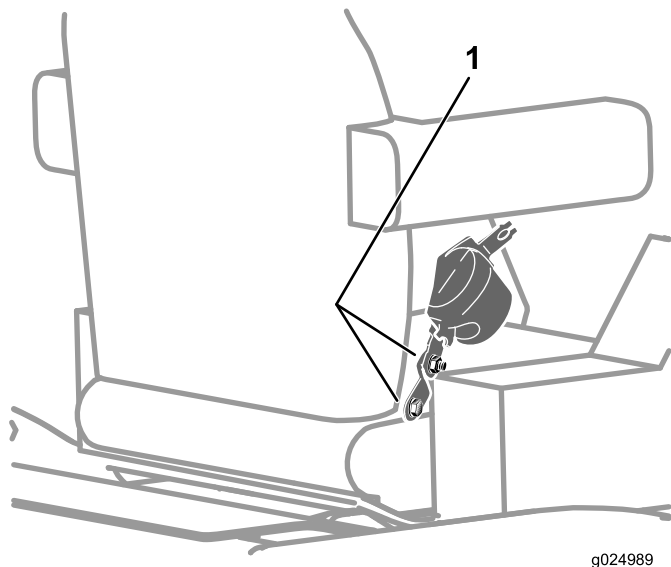

Figura 119
2. Controllate che i bulloni e i dadi che fissano il riavvolgitore della cintura e la fibbia al sedile siano serrati a una coppia di 47–61 N·m; fate riferimento a Figura 119.